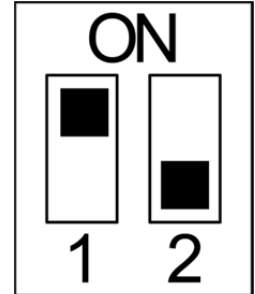

Abb. 14: Dipschalter
- ▶ Stellen Sie den Dipschalter wieder auf die Position ADD: 1 (Abb. 14).